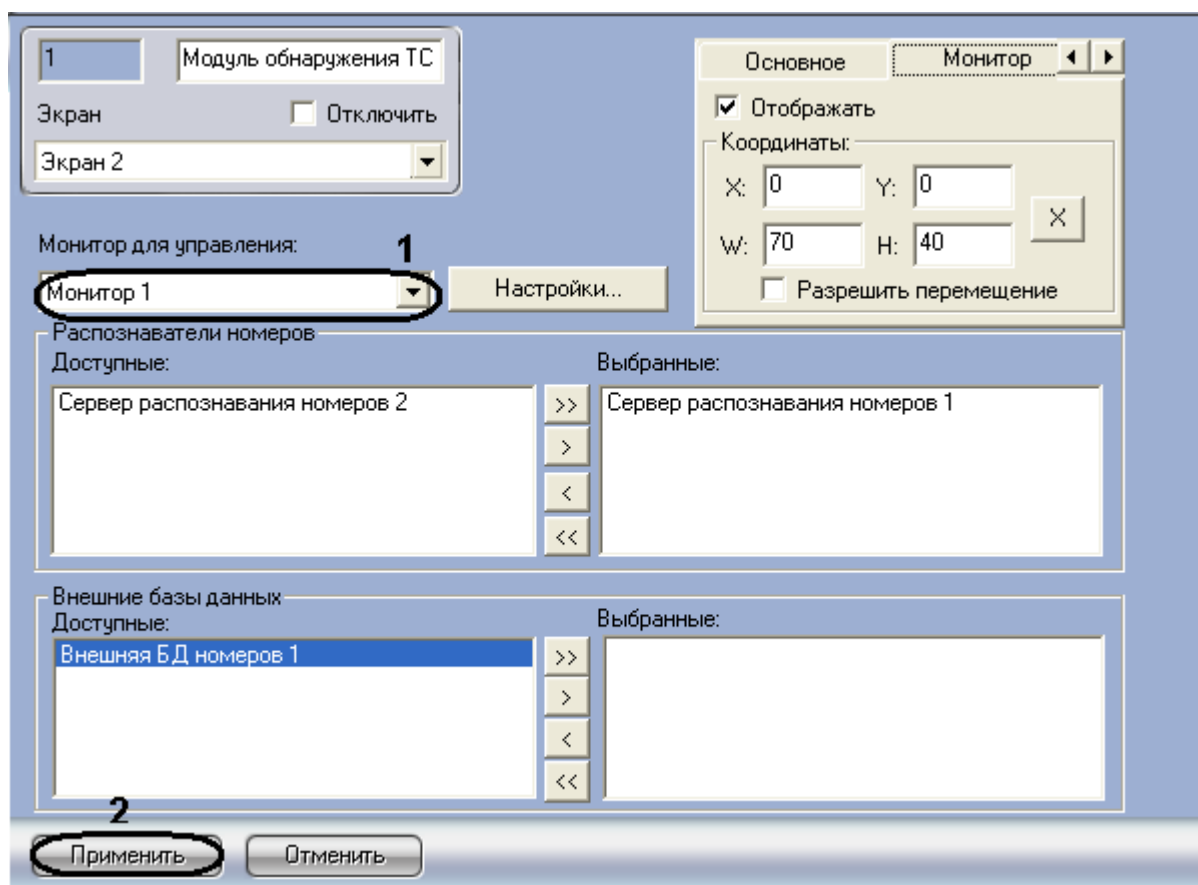

Рис. 7.9—14. Выбор объекта «Монитор» для воспроизведения видеоархива
1. Перейти на панель настройки объекта «Модуль обнаружения ТС» (Рис. 7.9—14).
2. Из списка «Монитор для управления» (см. Рис. 7.9—14, 1) выбрать объект «Монитор», с помощью которого требуется воспроизводить видеоархив с видеокамеры распознавания номеров.
3. Нажать кнопку «Применить» (см. Рис. 7.9—14, 2).